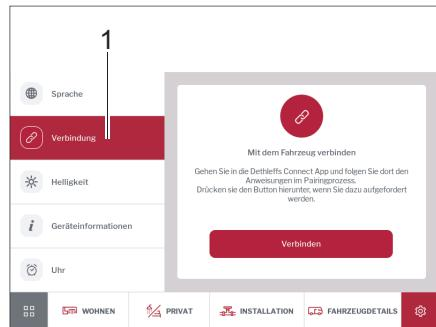

Fig. 291 Collegamento
- Digitare il pulsante *Collegamento* (Fig. 291,1).